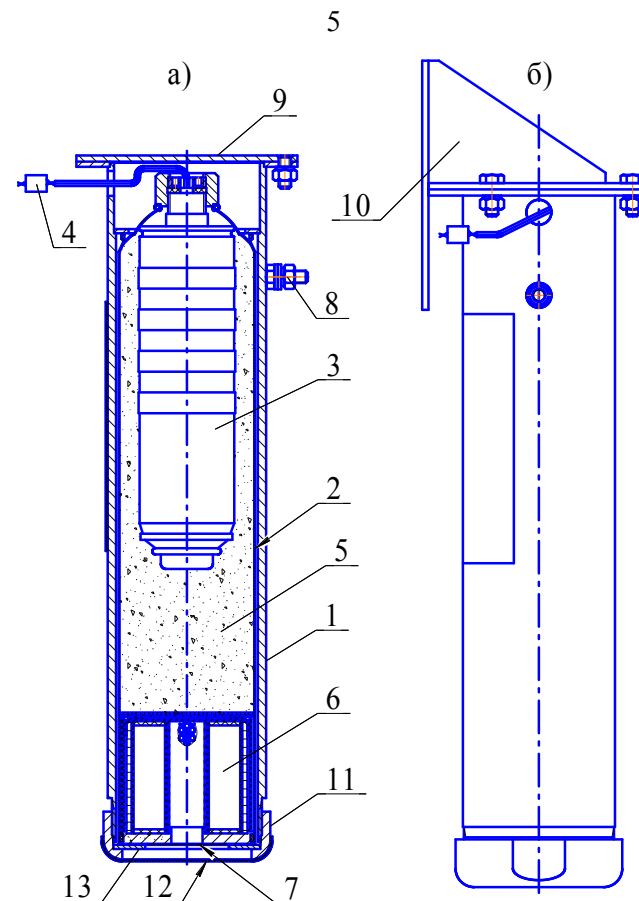

Рисунок 1
4.1.1 ГППТ (см. рисунок 1) состоит из корпуса **1**, в котором размещен сменный картридж **2**, содержащий газогенерирующий элемент **3** с элементом электропусковым **4**. Свободный объем корпуса картриджа **2** заполнен таблетками охладителя **5**. Для очистки огнетушащего газового вещества от механических примесей в картридже установлен фильтр - сепаратор **6**. Выходное отверстие фильтра-сепаратора заглушено самоклеющейся пленкой ПВХ **7**. Генератор имеет заземляющий зажим **8**. В верхней части ГППТ снабжён кронштейном **9** для крепления к потолочному перекрытию (рисунок 1а) или кронштейном **10** для крепления к стене (рисунок 1б). Для исключения разрушения самоклеющейся пленки ПВХ **7** при транспортировании, хранении и монтаже отверстие гайки **11** заглушено самоклеющейся пленкой **12**, которая снимается после монтажа изделия на объекте.
- отстыковать ГГПТ от кронштейна **9** или **10** (см. рисунок 1) и перенести генератор в комнату сборки;
6.2 Закрепить кронштейн **9** (см. рисунок 1а) или кронштейн **10** (см. рисунок 1б) на потолке, стене, полу или иной несущей поверхности с ориентацией ГППТ под любым углом. Координаты крепежных отверстий в кронштейне **9** приведены на рисунке 2а, в кронштейне **10** – на рисунке 2б.
6.3 Состыковать ГППТ с кронштейном и закрепить соединение гайками. Снять самоклеющуюся пленку **12** (см. рисунок 1) с гайки **11**.